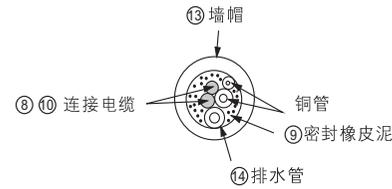
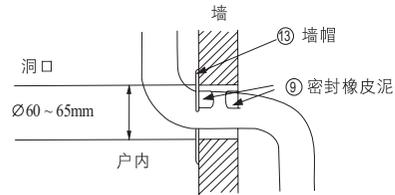

图30
图29
- 用附件⑬墙帽及附件⑨密封橡皮泥来整理墙上的洞,如图29、图30。